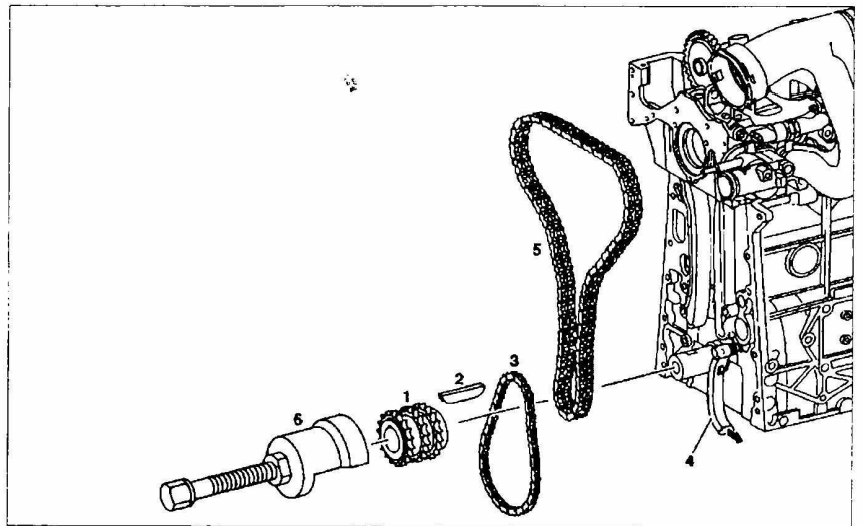

Рис. 12. Снятие и установка зубчатого шкива коленчатого вала:
4. Опустите натяжной рычаг 4, преодолевая усилие пружины, и снимите цепь привода масляного насоса 3 (рис. 12).